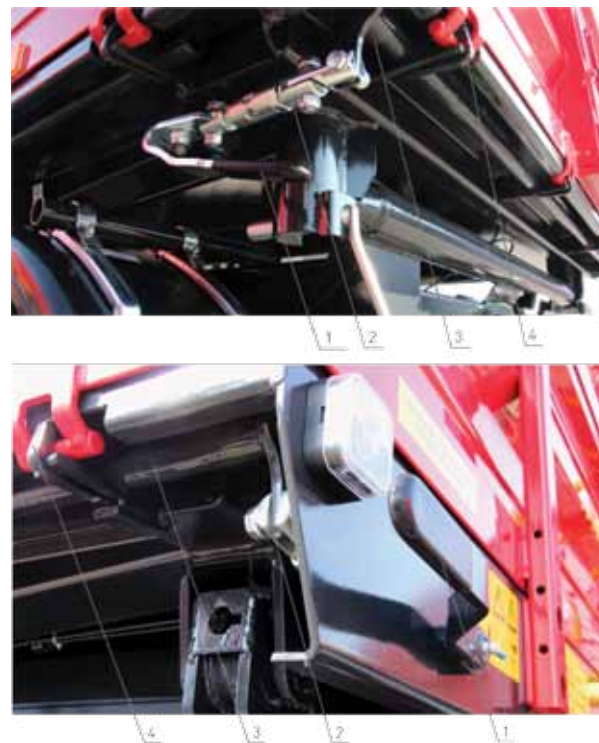

Рис. 5. Запоры бортов грузового кузова
- вынуть из отверстия палец, соединяющий кузов с рамой шасси (рис. 5):
- при разгрузке назад - пальцы (рис. 5) должны остаться в задних рас-трубах грузового кузова;